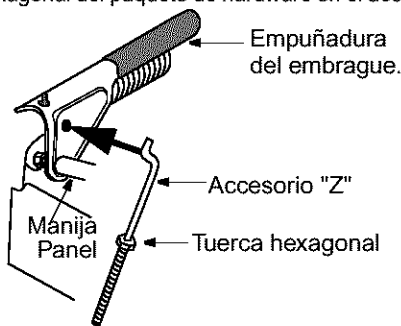

Figura 4
10. Tome un accesorio "Z" del paquete de hardware e inserte el extremo "Z" dentro del orificio en la empuñadura del embrague izquierdo del panel de la manija. Ver la Figura 4. Enrosque una tuerca hexagonal del paquete de hardware en el accesorio "Z."
2. Si es necesario realizar ajustes, afloje la tuerca de seguridad y enrosque el cable (para que no esté tan tirante) o desenrosque el cable (para que esté más flojo) según sea necesario. Consulte Figura 4.